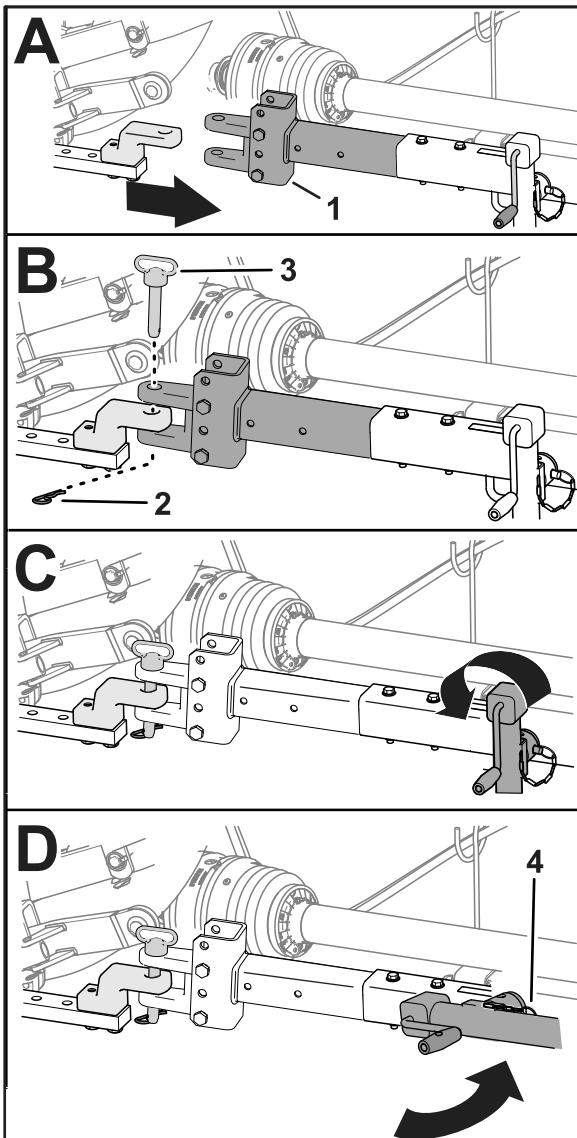

Figura 29
- Si el cortacésped tiene una barra de tiro con pasador de enganche, introduzca el pasador a través de los orificios de la barra de tiro y la barra de tracción, y sujetelo con la chaveta (Figura 29).
- 6. Eleve el gato a su altura máxima (Figura 29).
- 7. Retire el pasador que sujetla el gato a la barra de tiro, gire el gato a la posición horizontal y sujetelo a la barra de tiro con el pasador (Figura 29).